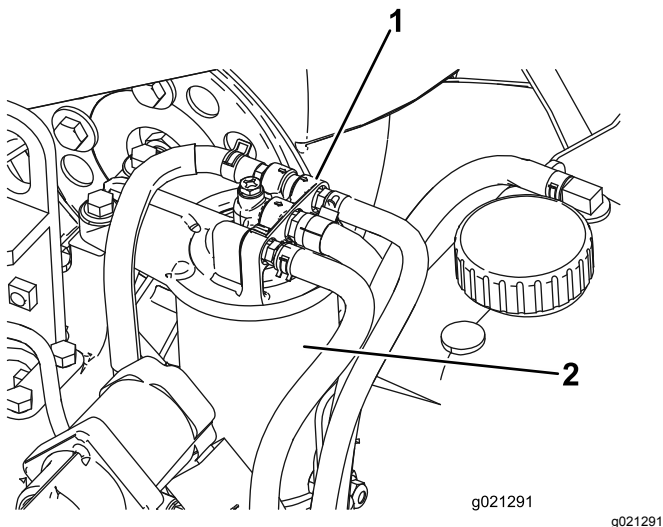

Figura 81
1. Limpie la zona alrededor de la cabeza del filtro de combustible (Figura 81).
2. Retire el filtro y limpie la superficie de montaje de la cabeza del filtro (Figura 81).